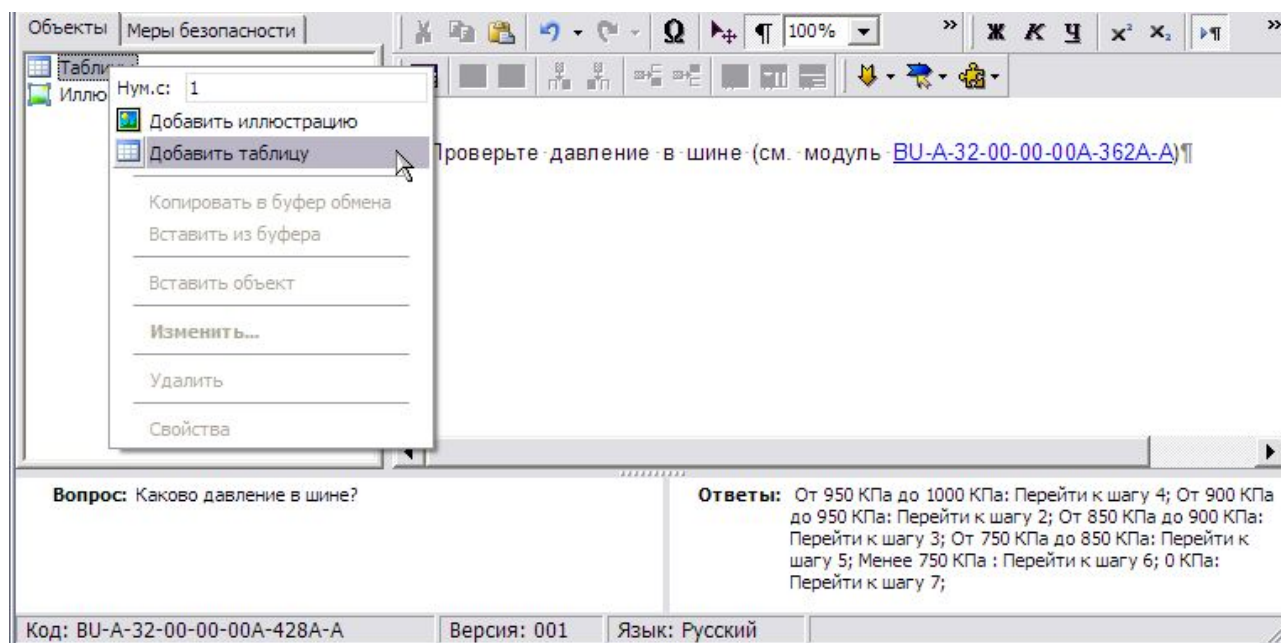

Рис. 6.42
1. На вкладке **Объекты** щелкните правой кнопкой мыши по названию объекта **Таблицы** (Рис. 6.42).